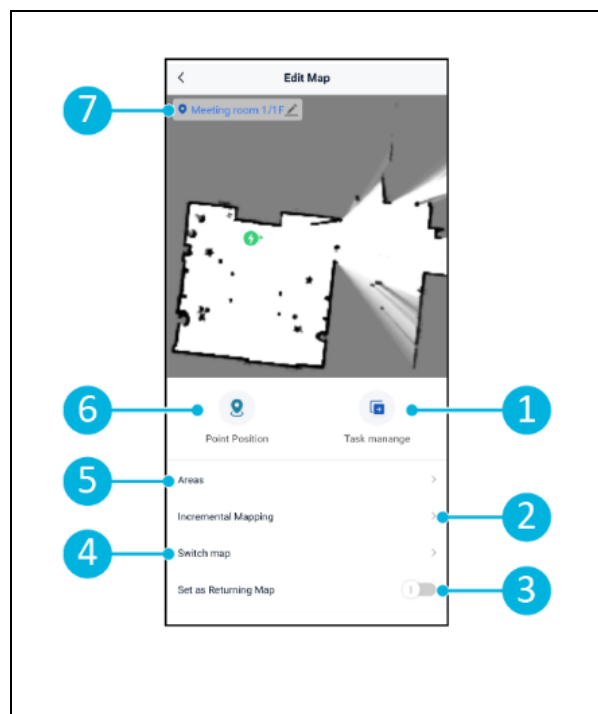

Abbildung 21
- Vergewissern Sie sich, dass die Karte, die Sie bearbeiten möchten, durch Auswahl von [\[Karte wechseln\]](#) ausgewählt ist. (Abbildung 21, Pos. 4).
2. Wählen Sie [\[Inkrementelles Mapping\]](#) (Abbildung 21, Pos. 2). Vergewissern Sie sich, dass die Fernbedienung eingeschaltet und angeschlossen ist.